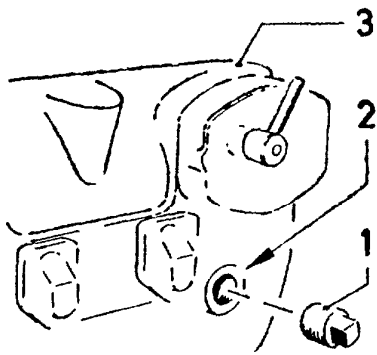

Fig. 97
På motorer som ikke har plugghullet (fig. 97, pos. 2) for lettere tilkomst, må veivhusluken (3) løses for å kunne utføre kontroll av oljetrykksventilen.
2. Steng brennoljekranen, løs rørene fra fødepumpen, filteret og pumpene. Løs veivhusluken (3). Løft den av uten mer demontering.
3. Oljetrykksventilen (9) sees i det midterste hullet (6). Skru den ut, demonter, og vask delene i brennolje eller parafin. Er setet skadet, bør huset skiftes, S1—2G54gb.